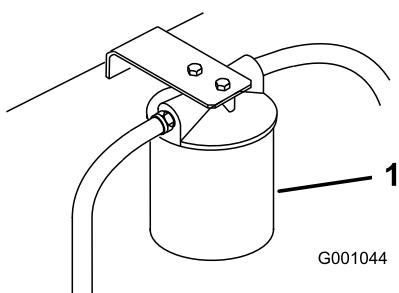

Bild 71
3. Stellen Sie eine Auffangwanne unter den Filter, bauen Sie den alten Filter aus und wischen Sie die Dichtungsfläche des Filterstutzens sauber (Bild 71).